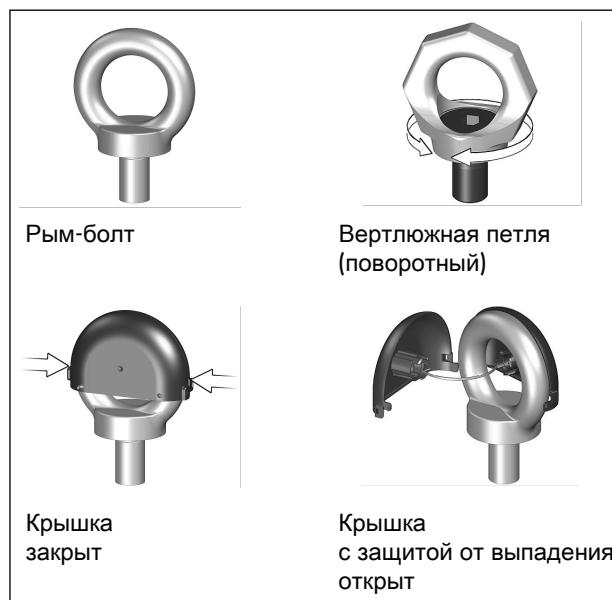

Рис. 5: Защита от выпадания на рым-болте/вертлюжной петле
1. Откройте и снимите крышку рым-болта, слегка надавив на два боковых зажимных соединения, см. Рис. 5.
6. После установки снимите подъемные стропы, установите и закройте крышку рым-болта, см. Рис. 5.